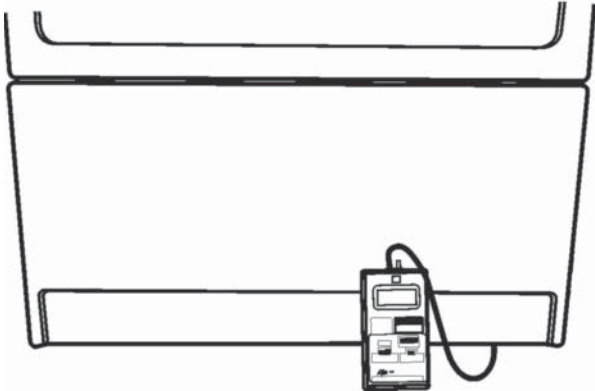

FIGURE 5
6. Connecter l'autre extrémité du conduit sur le manomètre. Voir Figure 5.